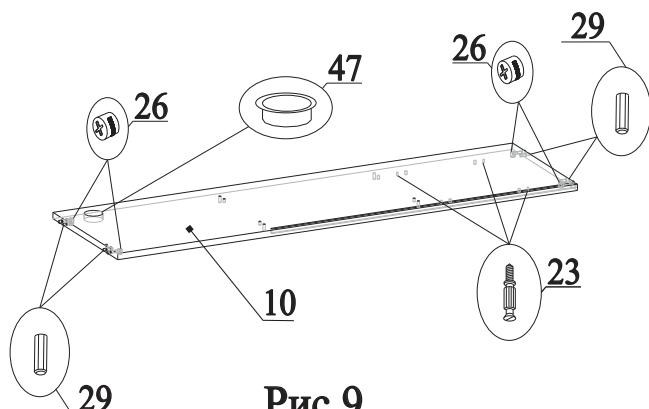

Рис.9
22. В отверстия на детали 10 вставить эксцентрики 26 стрелками к торцевым отверстиям (рис.9);
23. В торцы детали 10 вставить шканты 29 (рис.9);
24. В отверстия на детали 10 вкрутить дюбеля 23 (рис.9);
25. Вставить заглушку кабель-канала 47 (рис.9);